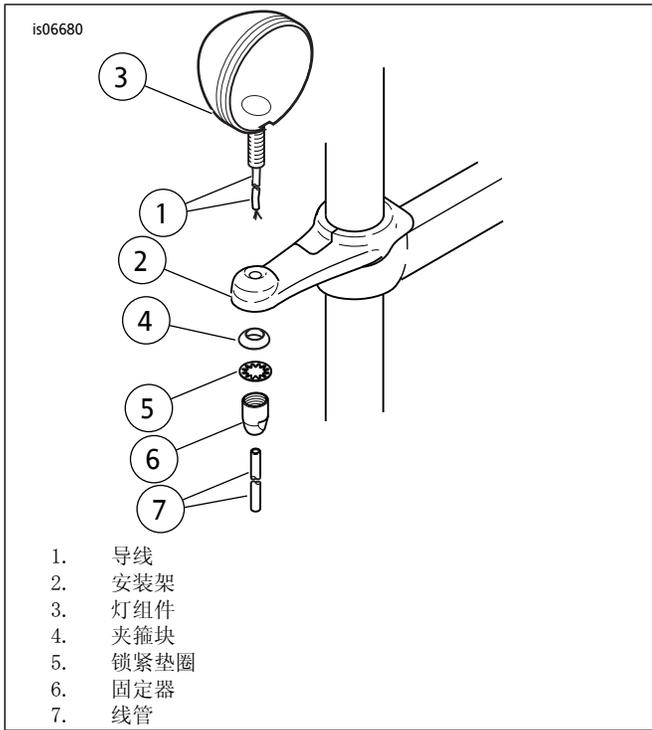

图2。安装车灯(图示为右侧)
5. 参见图2。将灯线(1)穿过安装架(2)上的孔, 并用套件中的夹箍块(4)、锁紧垫圈(5)和承座(6)将灯(3)固定。拧紧固定器至22-24牛米(16-18英尺磅)。
9. 参见图2。将套件中的线管(7)滑至灯线上。